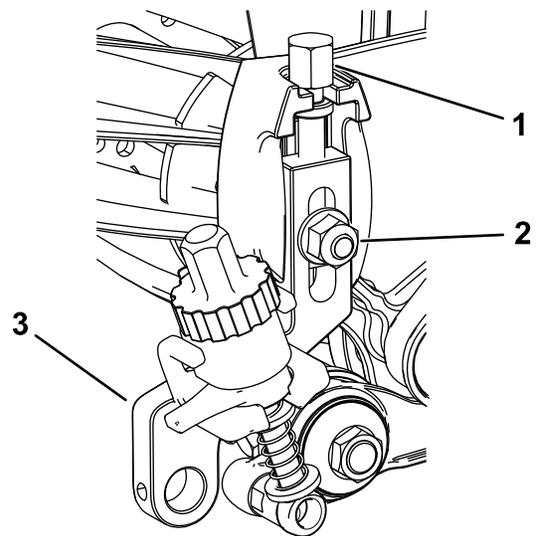

Рисунок 21
регулировки высоты скашивания (**Рисунок 21**).
2. Установите узлы регулировки высоты скашивания на боковые пластины режущего блока, используя ранее снятый несущий болт, гайку и специальную шайбу (**Рисунок 21**).